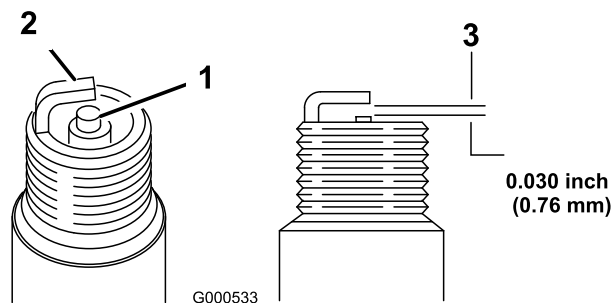

Рисунок 23
5. Установите в свече зазор, равный 0,76 мм (Рисунок 23).